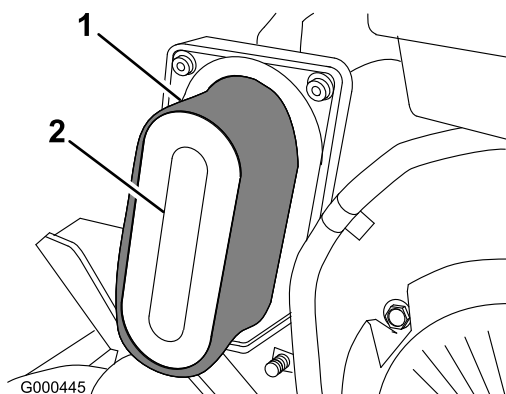

図 25
3. スポンジ (図 25) を点検し、汚れていればペーパー・エレメントから外す。スポンジをきれいに洗う。